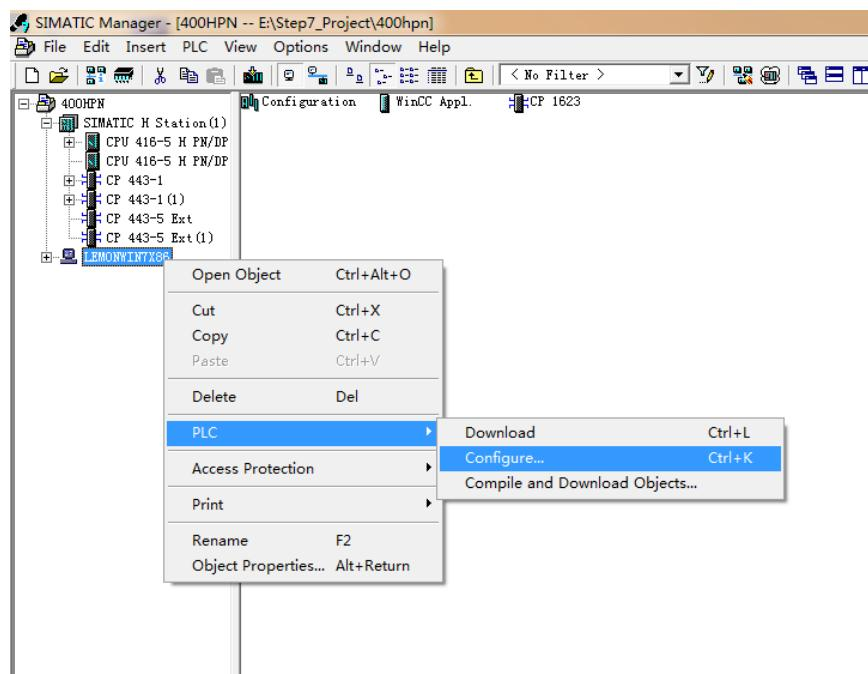

图 14
(F) 在 WinCC OS 站的右键菜单中选择 PLC-Configure，远程配置 OS 站的 SCE(Station Configuration Editor)，如图 14 所示。